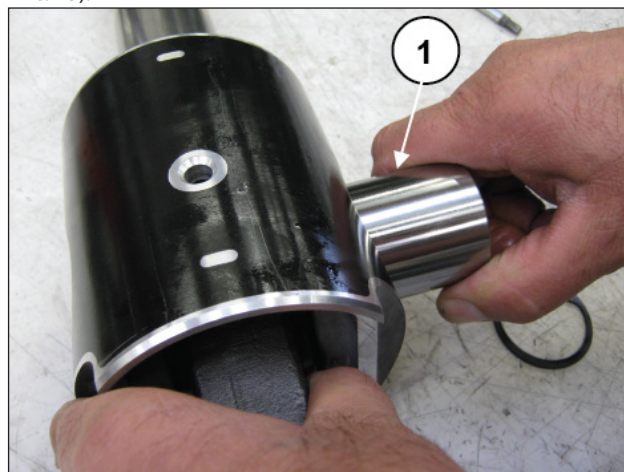
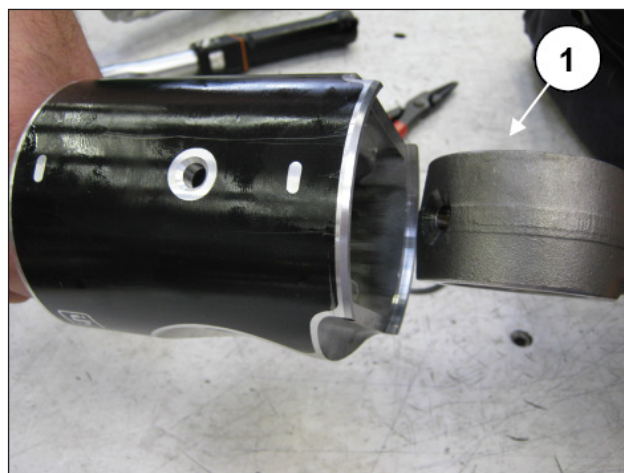

Рис. 44
Рис. 45
Вытяните палец (поз. ①, Рис. 44) и извлеките шатун (поз. ①, Рис. 45).